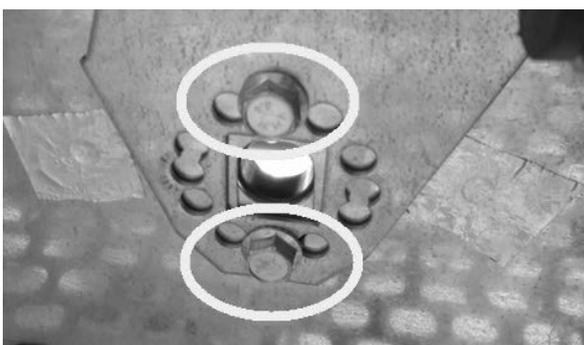

Fig. 41 - Quite los tornillos
- que se encuentran bajo del motorreductor, quitar la protección para las manos que está en el depósito, después destornillar el perno interior de la coclea. (véase **Fig. 41** y **Fig. 42**).